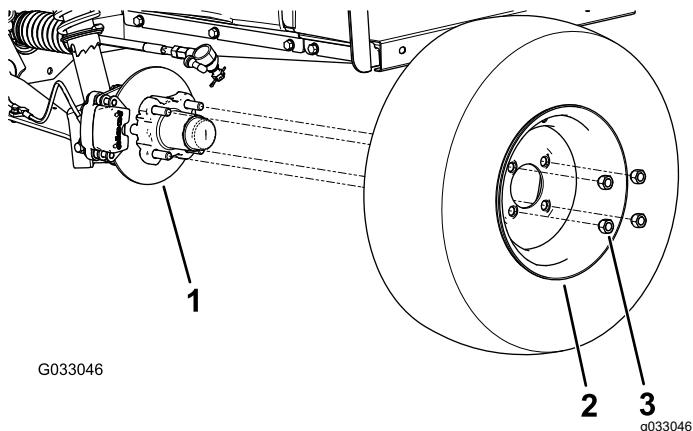

図 28
- ホイールをハブに固定しているラグナット4個を外す図 28。
4. ホイールをハブに取りつける。空気バルブを外側に向けて取り付けること図 28。
5. ラグナットを使用して、ハブにホイールを取り付ける図 28。